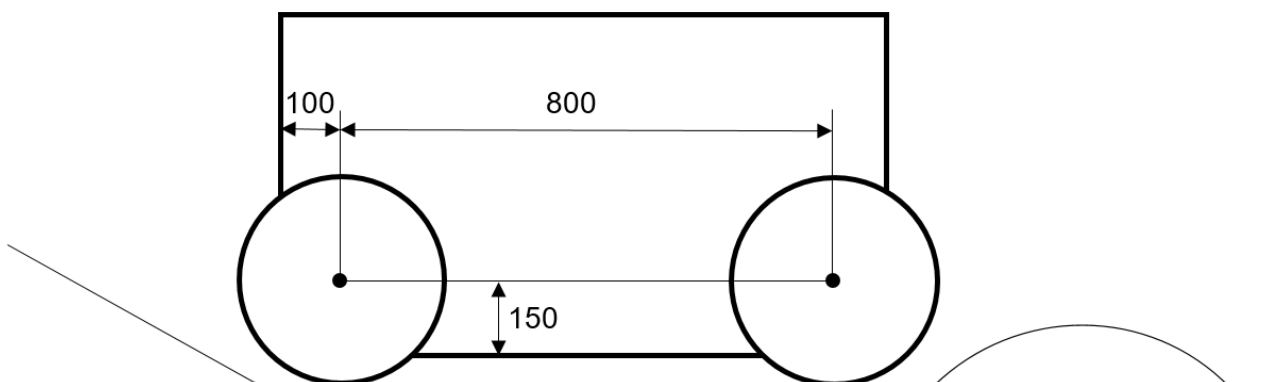

Рис. 3. Робот-доставщик
10. Аня сделала мощного четырехколесного робота-доставщика (рис. 3). Некоторые размеры приведены на рисунке в миллиметрах. Корпус робота представляет собой прямоугольный параллелепипед с основанием 1000×500 мм. и высотой 700 мм. Колеса робота имеют радиус 200 мм и несжимаемы.